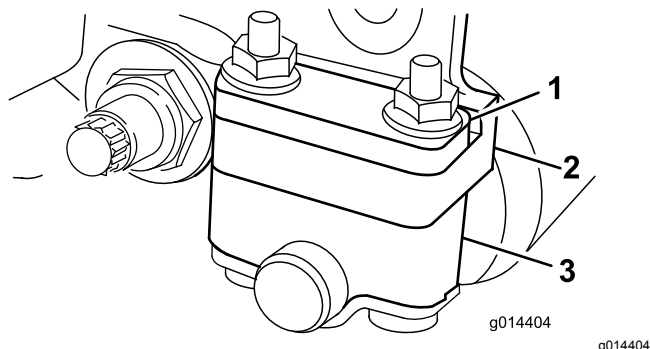
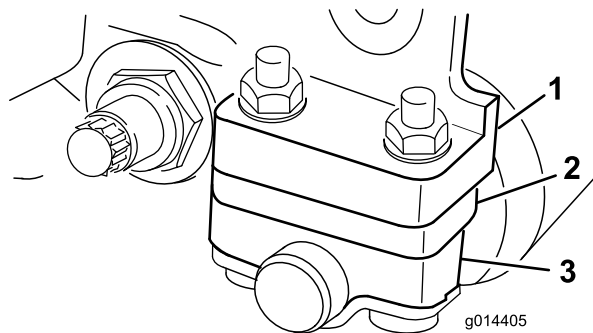

Рисунок 6
Рисунок 7
В зависимости от требуемого диапазона высоты скашивания установите кронштейны заднего валика (Рисунок 6 или Рисунок 7) в нижнее или верхнее положение:
- При настройке высоты скашивания в диапазоне от 1,5 до 6 мм установите проставку над монтажным фланцем боковой пластины (заводская настройка), как показано на Рисунок 6.
- При настройке высоты скашивания в диапазоне от 3 до 25 мм установите проставку под монтажным фланцем боковой пластины, как показано на Рисунок 7.
- Установите проставки на винты над или под кронштейнами валика, в соответствии с требуемым положением (Рисунок 6 или Рисунок 7).